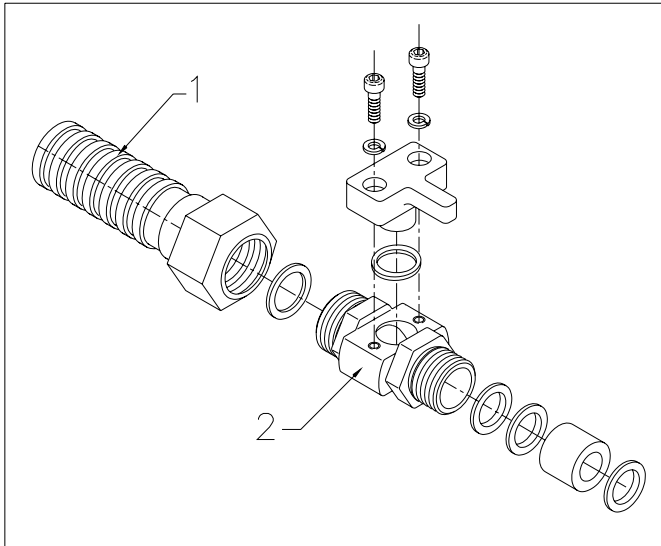

Fig. 9.3
Deze slang bestaat uit een flexibele roestvaststalen mantel (fig.9.3 pos 1) en een speciale kabelinvoer (fig.9.3 pos 2) die de kabel beschermt tegen mechanische chemische beschadiging.